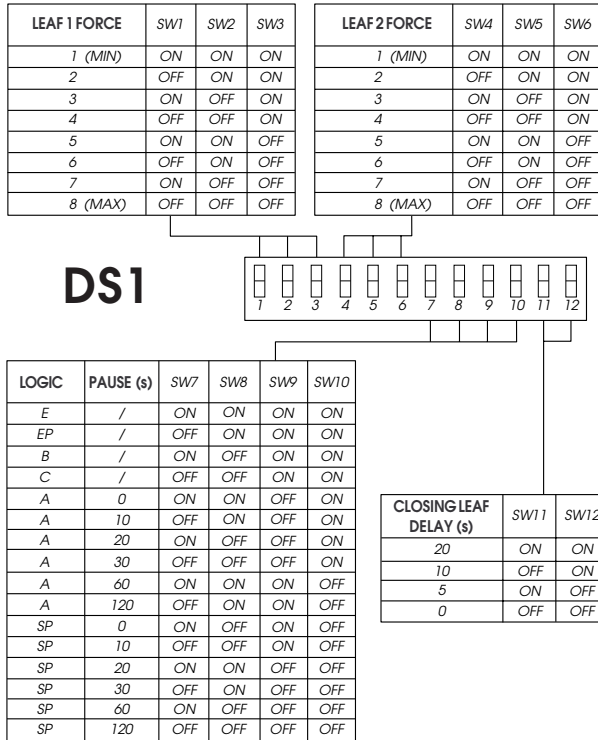
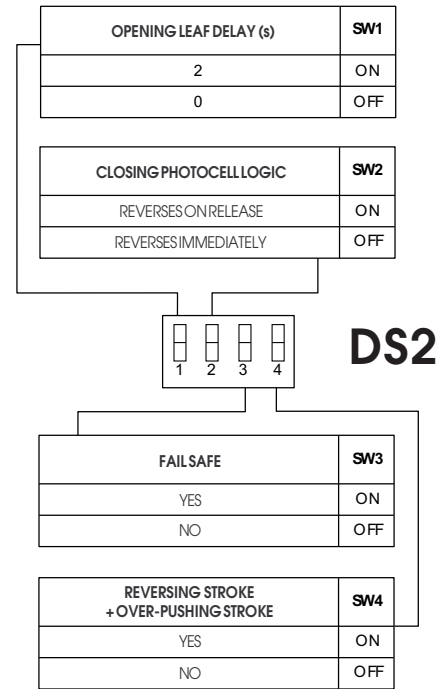

Fig. 18
Fig. 19
The equipment is endowed with two groups of microswitches - DS1 (fig. 18) and DS2 (fig. 19) - which make it possible to program the gate operation parameters.
5.1. MICROWITCHES DS1 (fig. 18)
5.2. MICROWITCHES DS2 (fig. 19)